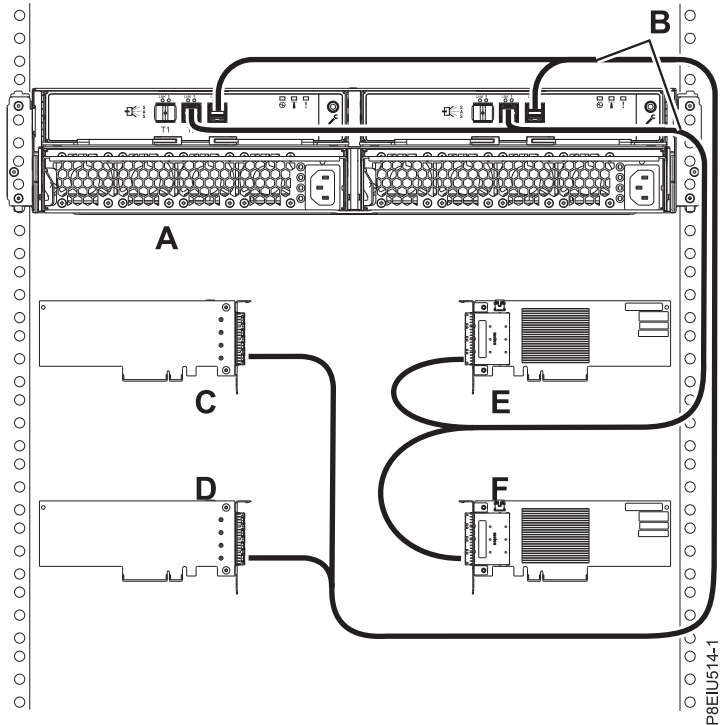

Abbildung 19. Modus 4-Anschluss einer ESLL- oder ESLS-Speichereinheit mit X12-Kabeln an vier unabhängige SAS-Adapter (FC EJ0J oder FC EJ0M)
19. Schließen Sie ein Gehäuse im Modus 4 **(A)** mit X12-Kabeln **(B)** an vier unabhängige SAS-Adapter (FC EJ0J oder FC EJ0M) an., wie in Abb. 19 auf Seite 22 dargestellt. Fahren Sie anschließend mit „Kabel und Netzkabel anschließen und Abdeckungen installieren“ auf Seite 23 fort.